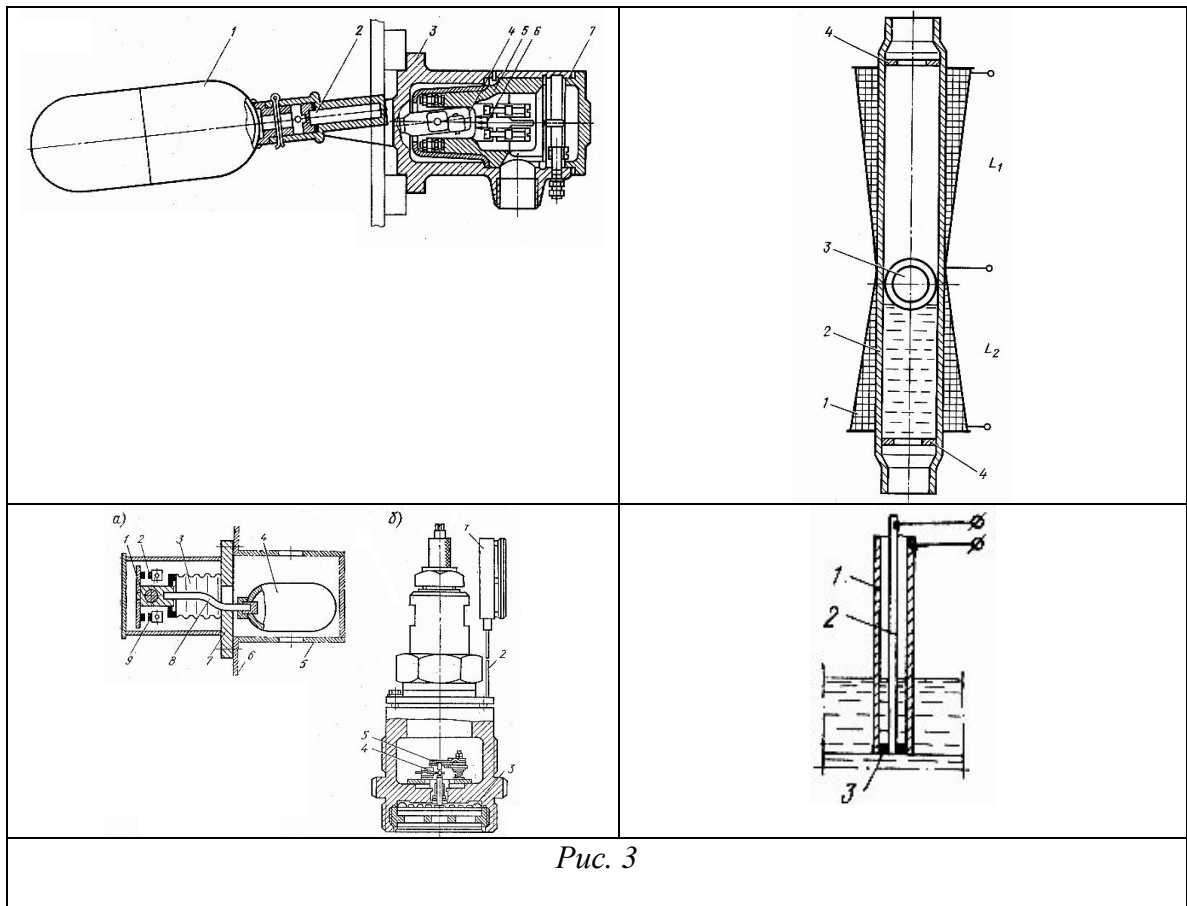

Рис. 3
3. Датчики и реле уровня в системах судовой автоматики. Принцип работы датчиков (рис.3). Применение в системах автоматики